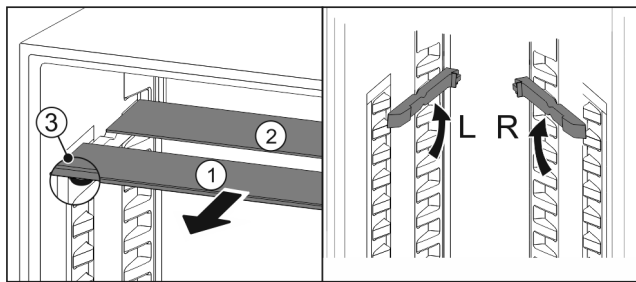

Fig. 100
- Издърпайте Fig. 100 (1) поотделно стъклените плочи напред.
- ▷ Стъклената плоча Fig. 100 (1) с декоративната лайстна е отпред.
- ▷ Ограничителите Fig. 100 (3) сочат надолу.